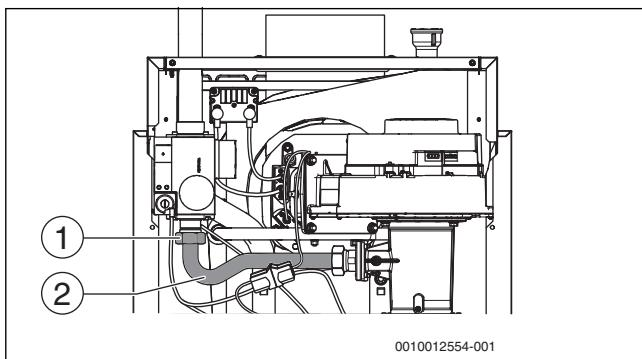

Рис. 40 Накидная гайка на газовой трубе
► Отверните накидную гайку (→ рис. 40, [1]) газовой трубы (→ рис. 40, [2]).